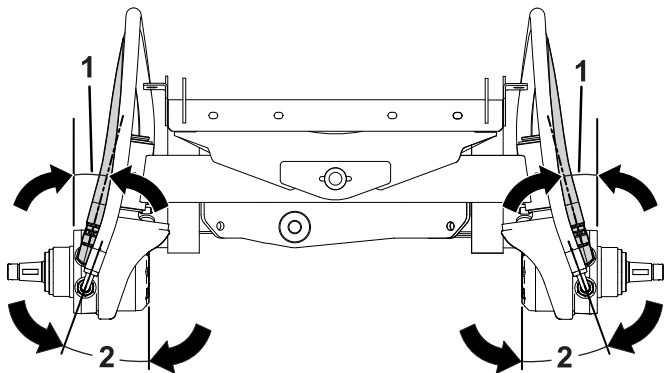

Figur 11
3. Montera den nya raka kopplingen och 90-gradersknäröret på hjulmotorn (Figur 11).
6. Montera slangen med raka kopplingar på 90-gradersknäröret (Figur 11).
7. Montera slangen med 90-gradersknäröret på den raka kopplingen (Figur 11).
16. Ta bort ett lock åt gången och montera rätt slang på hydraulleddningen enligt Figur 11.
17. Ta bort det återstående locket och montera slangen på hydraulleddningen (Figur 11).